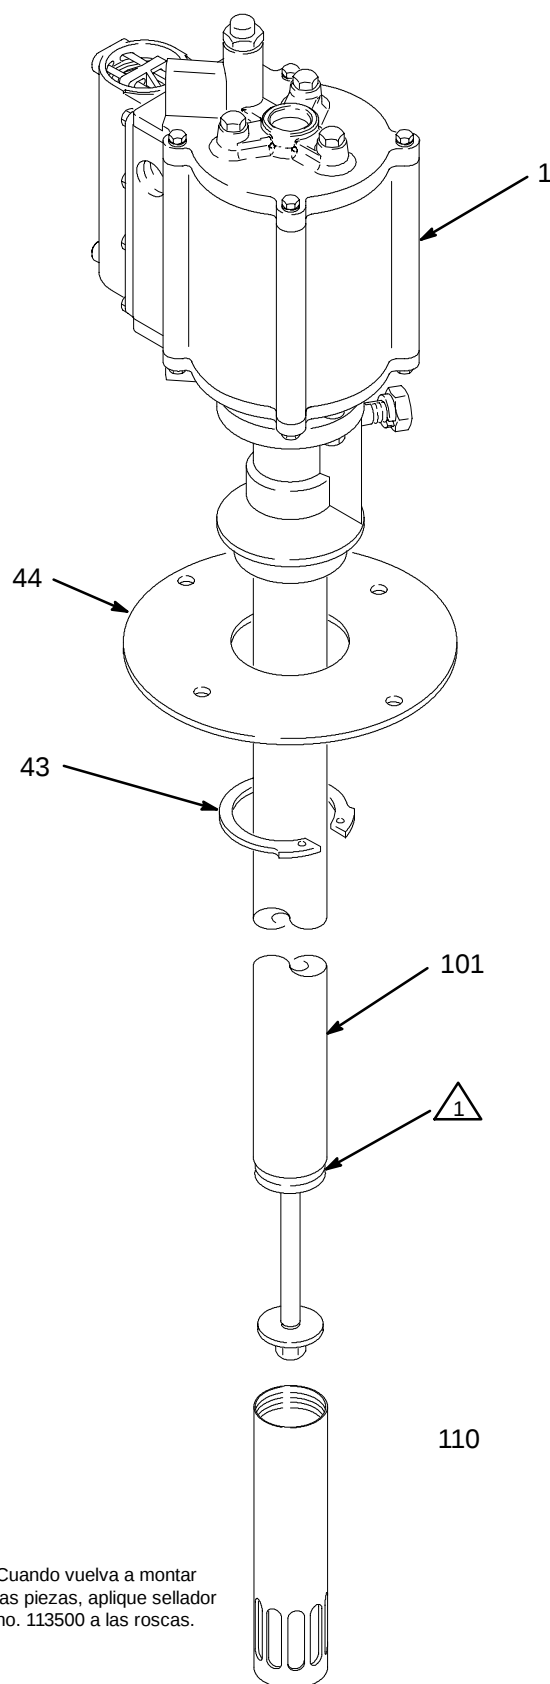

Fig. 5
2. Saque el anillo de retención (43) y deslice la placa de montaje (44) fuera de la bomba. Vea la Fig. 5.
4. Utilice una llave de tubo en la parte inferior del alojamiento de salida (18) para aflojar el motor neumático (1) del cilindro (101). Vea la Fig. 5.
4. Aplique sellador de rosca (113500\*) y enrosque el cilindro de admisión (110) en el cilindro de la bomba (101). Vea la Fig. 5.
5. Saque la bomba del torno de banco. Vuelva a colocar la placa de montaje (44) y sujétela con el anillo de retención (43).